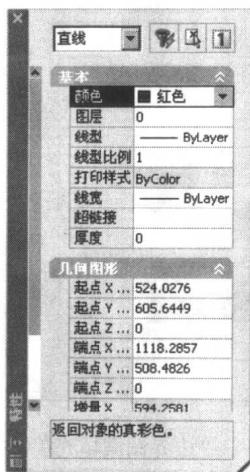

图 1.1 “特性”选项板
- “特性”选项板 通过“特性”选项板（见图1.1），可以方便地查看选定对象的特性设置，并可以通过在“特性”选项板中设置新值来修改选定对象的特性，而不必使用命令来更改不同类型对象的各种特性。